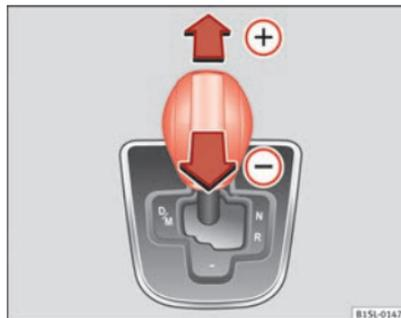

Fig. 91 Leva in posizione Tiptronic.
- Premere la leva in avanti  o indietro  per aumentare o scalare la marcia ⇒ fig. 91.